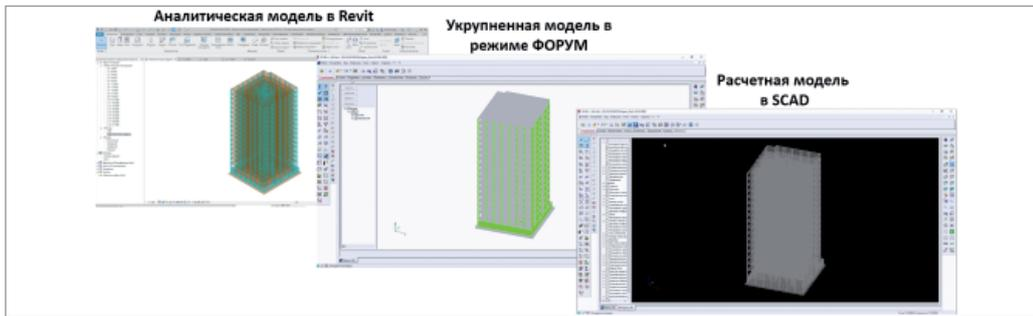

Рис. 19. Реализация обмена данными с Revit (SCAD++)
- добавлены возможности обмена данными с Revit 2019, Revit 2020, ARCHICAD 21, ARCHICAD 22, Tekla 2018, Tekla 2019 (рис. 19);